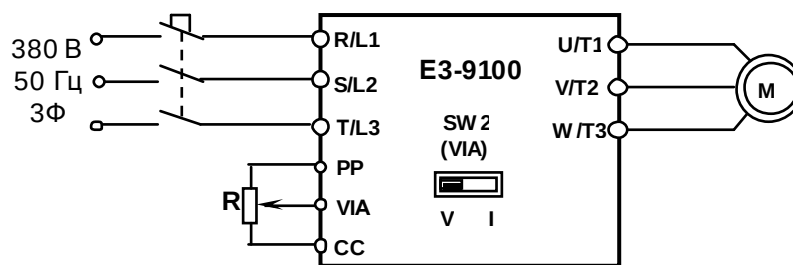

Рис.4.20
- 4.15.21. Отключить питание ПЧ, дождаться когда погаснет индикация. Установить переключатель **SW2** в положение «**V**». Подключить потенциометр **R** к входным клеммам управления (рис. 4.20). Движок потенциометра **R** установить в нижнее, по схеме, положение.